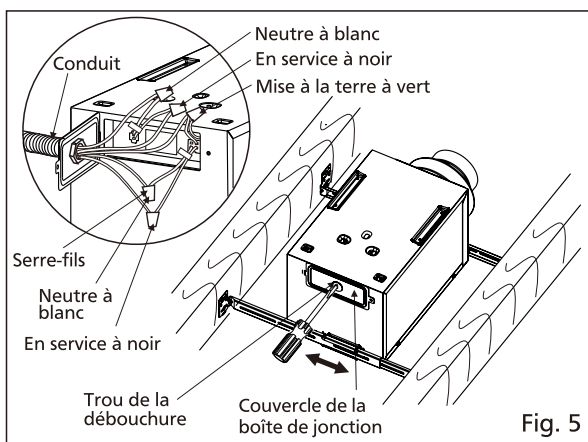

Fig. 5
7. Retirez le trou de la débouchure du couvercle de la boîte de jonction, et retirez le couvercle de la boîte de jonction. Puis fixez le conduit ou le réducteur de tension au trou de la débouchure de la boîte de jonction. (Page 6, Voir Fig. 5)
8. Reportez-vous au schéma de connexions à la page 4. Respectez les codes de sécurité électrique locaux ainsi que le code électrique national. Avec des capuchons de connexion homologués UL, connectez les fils d'alimentation secteur aux fils du ventilateur. (Voir Fig. 5)